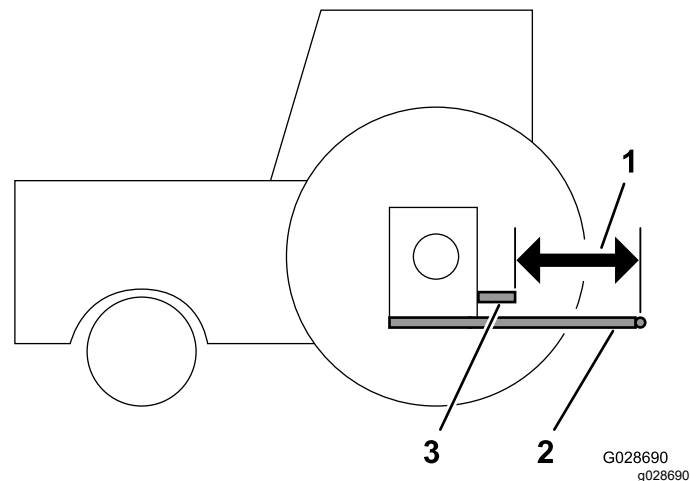

Figure 9
1. Placez une règle de vérification en travers des extrémités des bras tirés pour mesurer la distance qui les sépare de l'extrémité de l'arbre de sortie de PDF (Figure 9).
2. Mesurez la distance entre l'extrémité de l'arbre de sortie de la PDF et le point de fixation des bras tirés inférieurs (Figure 9). Notez le volume ici :